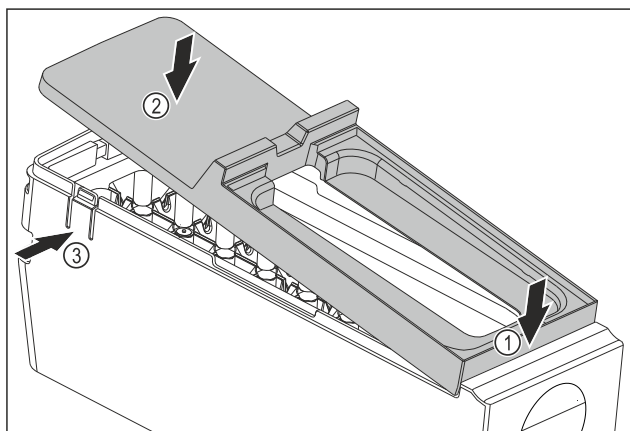

Fig. 174
- Uzstādiet EasyTwist-Ice korpusa pārsegu: Pielieciet pārsegu priekšā. Fig. 174 (1)
- Nolaidiet pārsegu aizmugurē. Fig. 174 (2)
- Pārsegs dzirdami nofiksējas abās mēlītēs Fig. 174 (3).